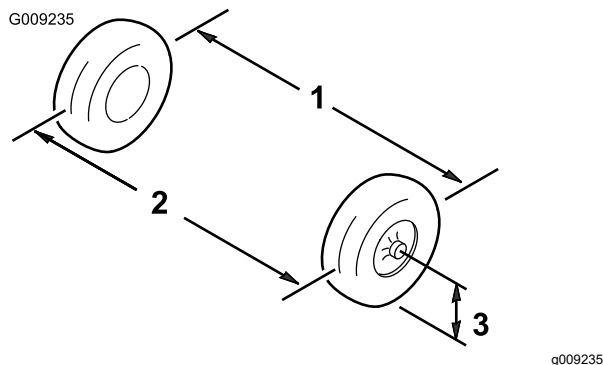

Figura 49
1. Mida la distancia entre los neumáticos delanteros a la altura del eje, en la parte delantera y trasera de las ruedas (Figura 49).